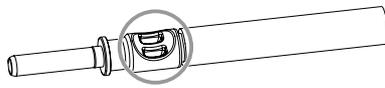

Abb. 6:
4. Kontakt und Kabel (ggf. inkl. Reduzierhülse) wie in **Abb. 6** gezeigt vercrimpen.